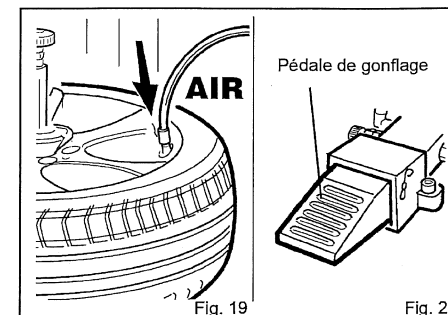

Fig. 19
- Brancher le tuyau de gonflage à la valve du pneumatique (fig. 19)